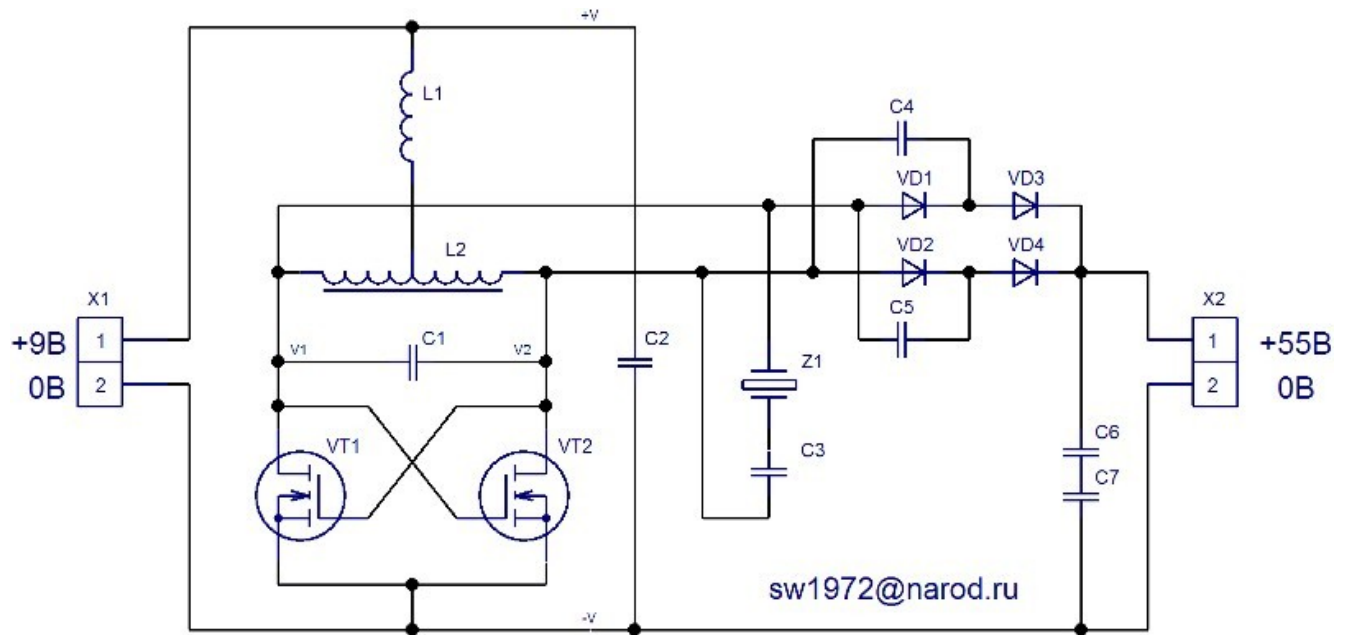

Рисунок 2
2) Элементы схемы (рисунок 2):